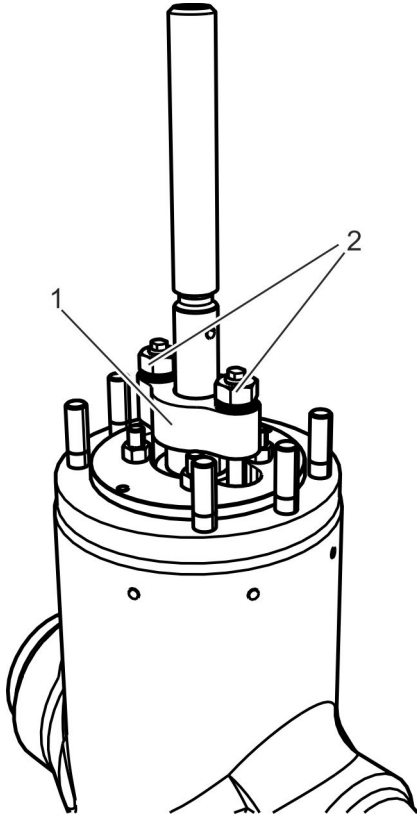

Abb. 22: Stopfbuchsbrille montieren
15. ➤ Stopfbuchsbrille (Abb. 22/1) anbringen und mit Muttern (Abb. 22/2) gleichmäßig gemäß Herstellerangaben verschrauben.